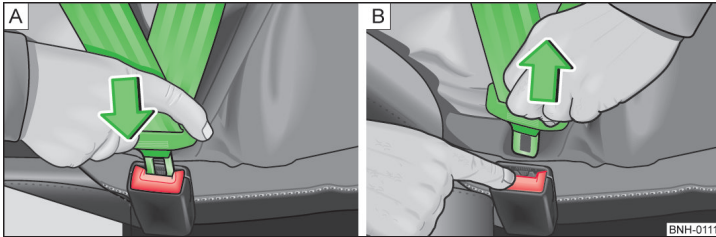

Abb. 5 Sicherheitsgurt anlegen / ablegen
- › Die Schlosszunge in das zum Sitz gehörende Gurtschloss » Abb. 5 - [A] stecken, bis diese hörbar einrastet.
- › Die rote Taste im Gurtschloss » Abb. 5 - [B] drücken, die Schlosszunge springt heraus.